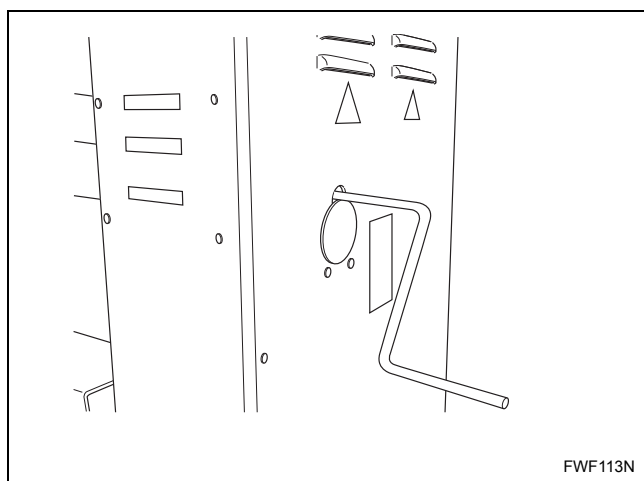

Figura 12
c. Gire el rodillo con la manivela. Consulte la *Figura 12*.